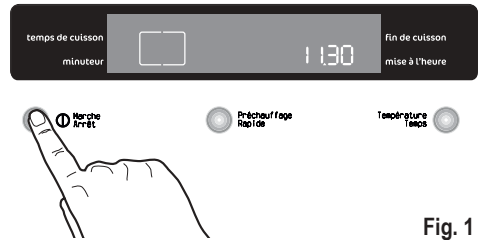

Fig. 1
Le four doit être mis en marche avant de régler tout programme ou fonction de cuisson. Quand la touche ① est pressée, l'éclairage du four s'allume et le symbole  apparaît sur l'écran (Fig. 1).